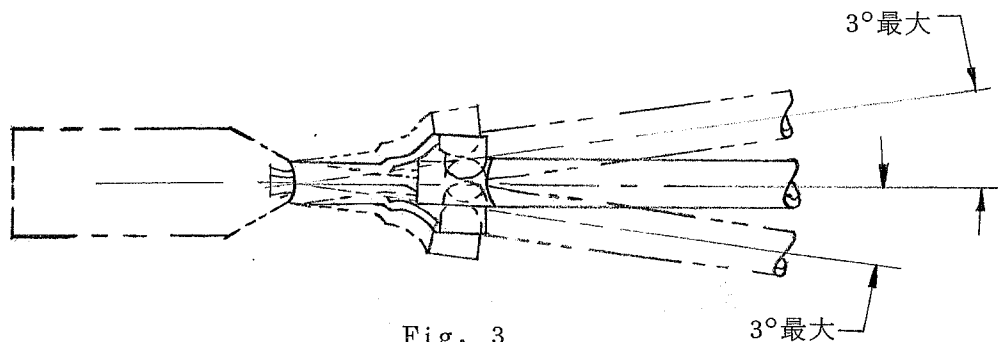

Fig. 3
(2) コンタクトの両側への曲りは、Fig.3 に規定する限度をこえないこと。ゲージ 92-103186 を用いてチェックすること。